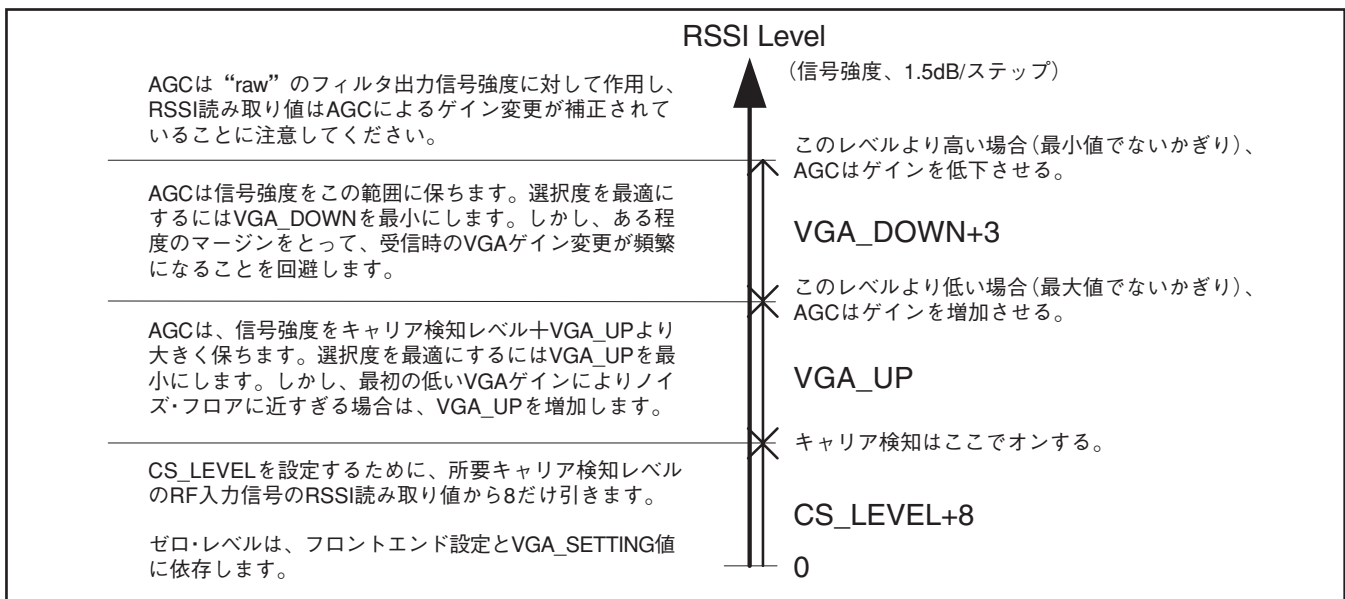

図 18. RSSI, キャリア検知レベル、およびAGC設定(CS_LEVEL, VGA_UPとVGA_DOWN)の関係
デジタルRSSIがADC後の信号強度の測定に使用されます。VGA4レジスタのCS_LEVEL[4:0]ビットが、ゲイン制御(およびキャリア検知レベル)の名目の動作点設定に使用されます。さらに詳しい解説が図18にあります。
5. 必要であれば、図18の解説にしたがってVGA_UPとVGA_DOWNの設定を調整します。
CS_LEVEL[4:0]は、この特定のVGA_SETTING[4:0]値についての閾値を設定します。VGA_SETTING[4:0]が変更された場合、CS_LEVEL[4:0]は同じ絶対値のキャリア検知閾値を維持するように変更される必要があります。RSSI、AGCおよびキャリア検知の各設定関係の解説を図18でご覧ください。